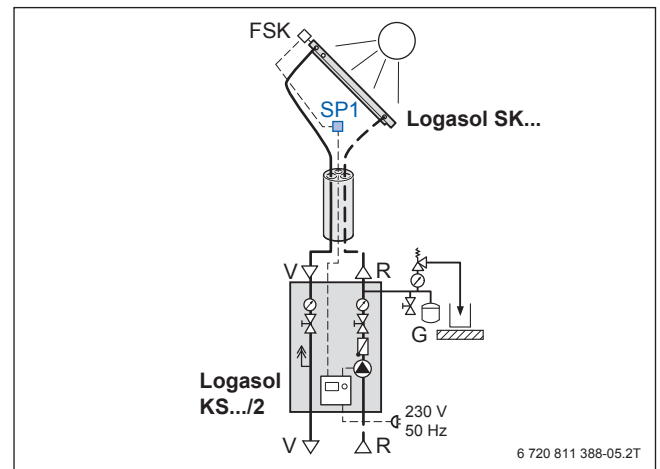

Bild 111 Überspannungsschutz für die Regelung (Installationsbeispiel)
- Anschlussdose mit Überspannungsschutz SP1 im Bereich der Kabellänge des Kollektortemperaturfühlers FSK vorsehen (→ Bild 111).